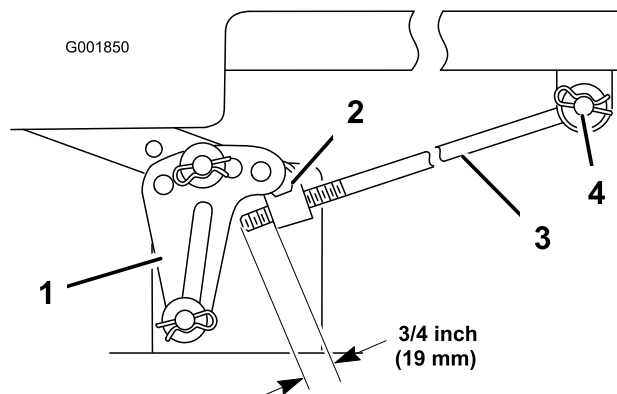

Figure 54
- Mesurez la longueur de tige qui dépasse du bloc de réglage sur les côtés du châssis (Figure 54).
- Si la longueur n'est **pas** égale à 19 mm, retirez la goupille fendue et la rondelle de l'extrémité de la tige (Figure 54), puis vissez ou dévissez la tige jusqu'à obtention de la longueur requise.